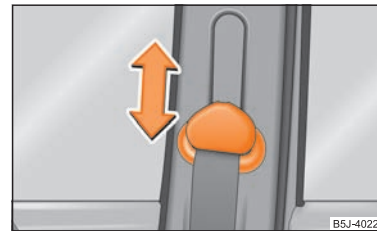

Abb. 109 Vordersitz: Gurthöheneinstellung
- Zum Einstellen drücken Sie auf den Umlenkbeschlag und verschieben ihn nach oben bzw. unten ⇒ Abb. 109.